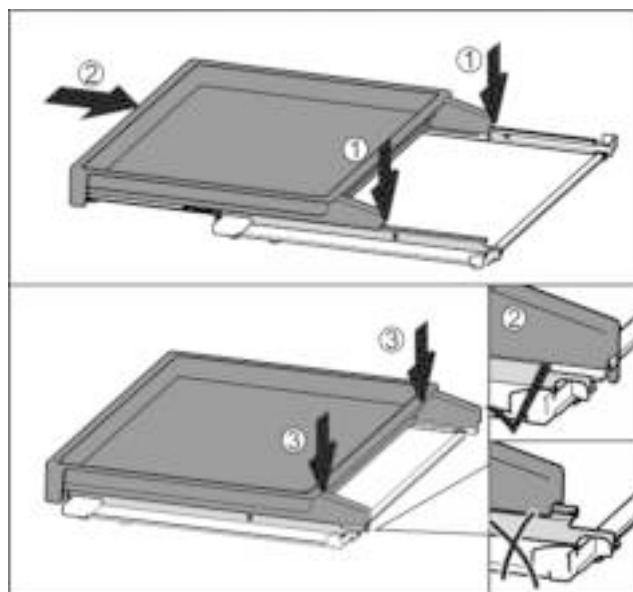

Fig. 38
- ▶ Plateau op het midden van de rails plaatsen Fig. 38 (1).
- ▶ Uitschuifplateau volledig erin schuiven Fig. 38 (2).
- ▶ Tegen de achterkant drukken tot deze hoorbaar vastklikt Fig. 38 (3).